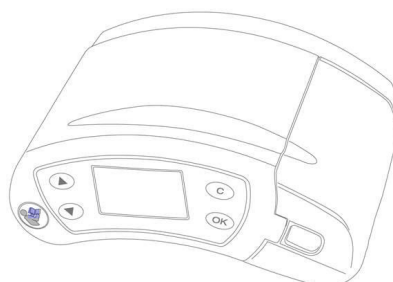

Fig. 5 DYSSUCTION® Suction Device M horizontal
3. Coloque el aparato en posición vertical u horizontal (Abb. 5) sobre una superficie firme y nivelada no inclinada.